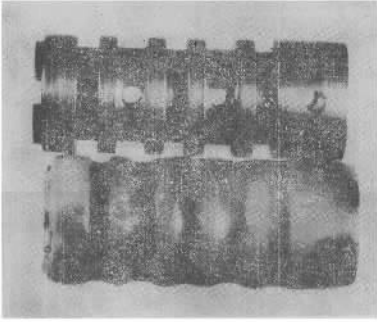
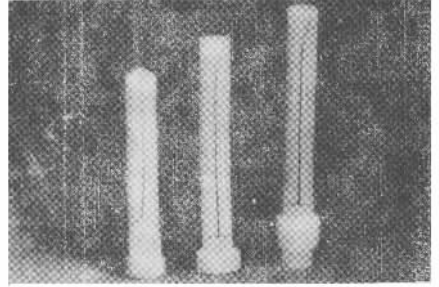

图 6 伺服阀阀套腊封前后照片
图 7 伺服阀阀套内壁裂纹
10.1 伺服阀阀套、旁通阀套、空心螺栓等内壁承受压力较大的零件,可用本方法检查。伺服阀阀套外形复杂,有多个方形或圆形侧孔,试验前,可采用蜡封工艺堵塞侧孔,即选用芯棒塞住需探伤的内孔,然后热浸石蜡,把侧孔用蜡封死,见图 6。冷却后取出芯棒,再进行 MT-RC 检查。图 7 为阀套内壁裂纹。